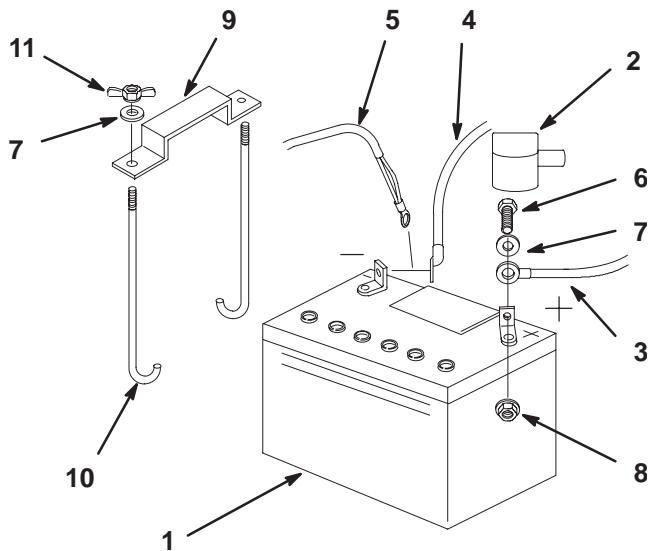

Figure 62
1. Placez la batterie dans son support en tournant les bornes vers le moteur (Fig. 62).
4. Fixez les câbles à l'aide de 2 boulons (1/4 x 3/4"), 2 rondelles (1/4") et 2 contre-écrous (1/4") (Fig. 62).
6. Fixez la batterie en position avec des boulons en J, une barrette de maintien et 2 rondelles (1/4"), ainsi que 2 écrous papillons (1/4") (Fig. 62).
3. Débranchez d'abord le câble négatif et le câble de masse de la borne négative (-) de la batterie (Fig. 62).
4. Ôtez le capuchon rouge de la borne positive (rouge) de la batterie. Retirez ensuite le câble positif (rouge) de la batterie (Fig. 62).
5. Retirez les deux écrous papillons (1/4") de fixation de la barrette de maintien de la batterie (Fig. 62).